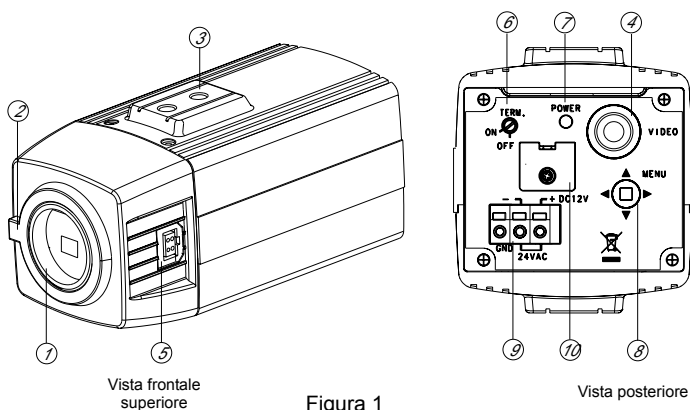

Figura 1
1. Premete e mantenete premuto il selettore di configurazione sul retro della telecamera, per circa due secondi. (Figura 1®).